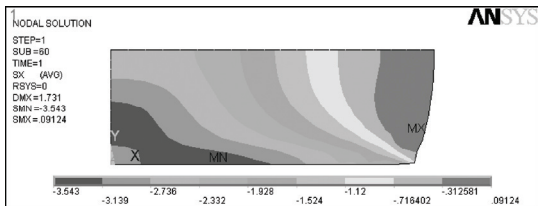

图 5-142 X 方向应力等值线图
6) 选择 Main Menu | General Postproc | Plot Results | Contour Plot | Nodal Solu 命令, 出现 Contour Nodal Solution Data 对话框, 在 Item to be contoured 列表框中选择 Nodal Solution | Stress | X-Component of stress, 单击 OK 按钮, ANSYS 窗口将显示如图 5-142 所示的 X 方向应力等值线图。